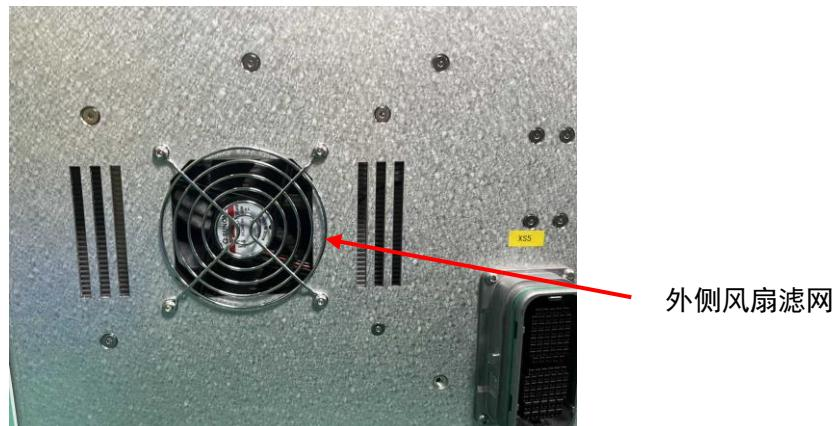
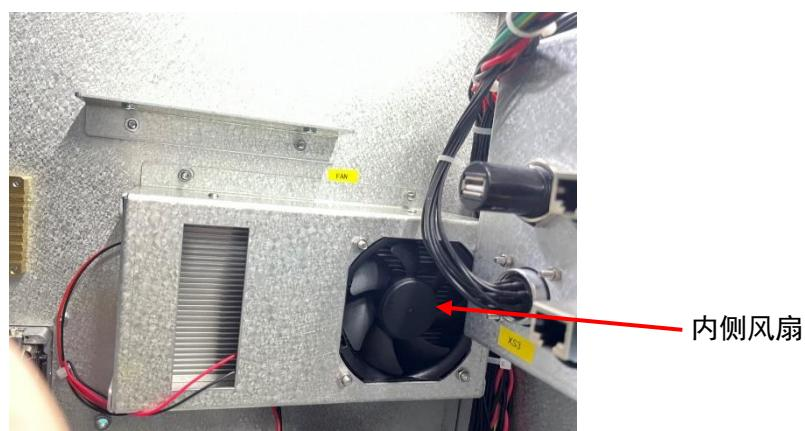

图 4.15 风扇单元 2
图 4.16 风扇单元 3
- (1) 拆除风扇单元线缆。
- (2) 拧下风扇单元 M3 固定螺丝拆除风扇单元。
- (3) 将柜体外侧风扇滤网拆除即可拆下外侧风扇（图 4.15）。
- (4) 将风扇单元四周 M3 固定螺丝拆除拆下散热片。
- (5) 将内侧风扇固定螺丝拆除即可拆下内侧风扇（图 4.16）。
- (6) 按照与拆除相反步骤即可安装风扇单元，注意不要将线缆卷入风扇中。